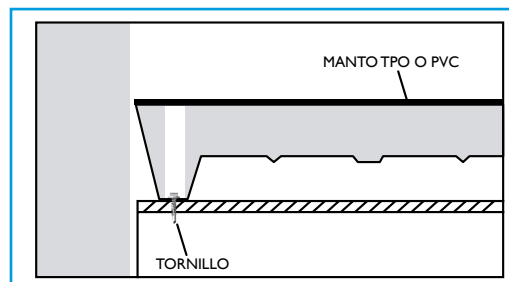

Fig. 10
4.4.4 Fijar la primera greca de la izquierda del panel (Lado macho). Con la ayuda de un extensor, se deberá perforar el manto y el poliuretano hasta llevar el tornillo a la parte baja de la lamina inferior, y realizar el ajuste torque necesario a la estructura. (fig. 10)